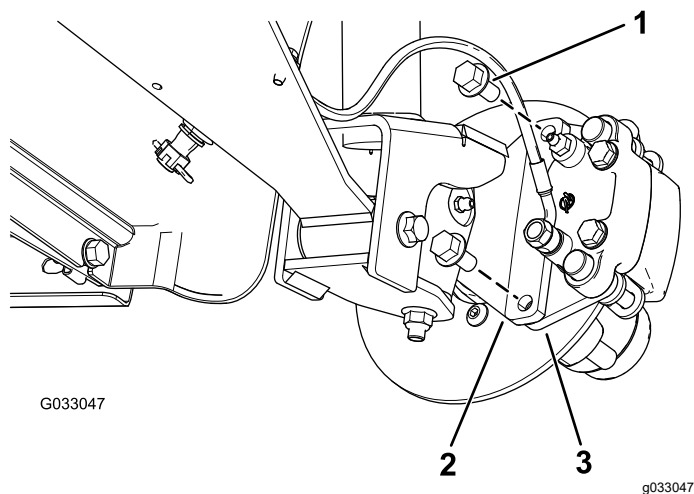
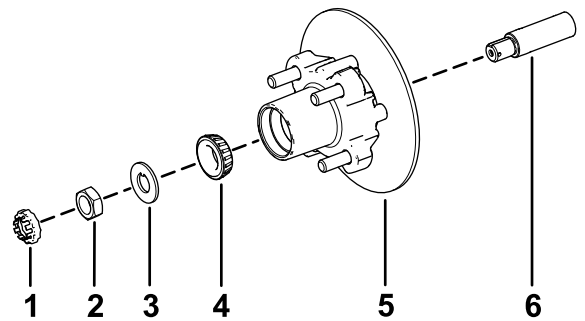

図 31
図 35
3. ブレーキアセンブリ用のブラケットをスピンドルに固定しているフランジヘッドボルト $\frac{3}{8}$ " x  $\frac{3}{4}$ "を外してスピンドルからブレーキを取り外す 図 31。
1. スピンドルに所定のグリスを薄く塗る 図 35。
2. ハブとロータをスピンドルに取り付ける。ロータを内側にすること 図 35。
3. スピンドルに外側ベアリングを取り付けてレースにはめる 図 35。
4. スピンドルにタブワッシャを取り付ける 図 35。
5. スピンドルにスピンドルナットを取り付け、ハブを回してベアリングを着座させながらナットを 15 N·m 1.52 kg.m = 11 ft-lb に締めつける 図 35。
2. ブレーキパッドをロータのそれぞれの側に合わせ 図 31、キャリパブラケットの穴と、スピンドルフレームのブレーキ取り付け部の穴を整列させる 図 35。
3. キャリパブラケットをスピンドルフレームに固定する 図 31 フランジヘッドボルト  $\frac{3}{8}$ " x  $\frac{3}{4}$ " 2本を使用する。